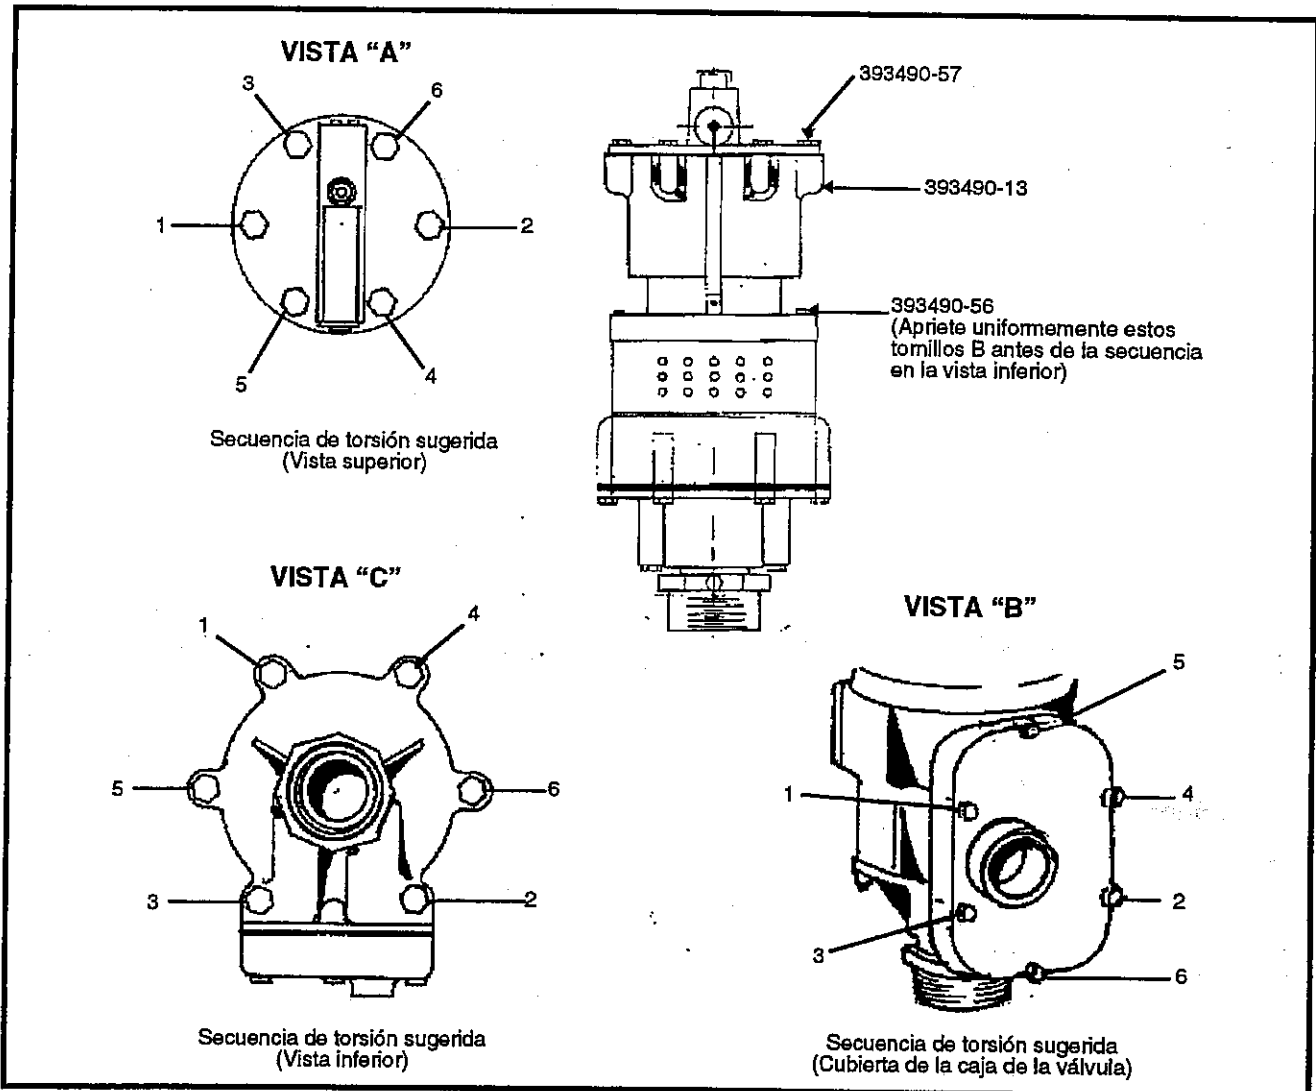

Figura 5: Secuencias de torsión de la bomba
5. Retire los seis tornillos 393490-57 (figura 5) que sujetan la caja de la válvula de carrete 393490-1 y la junta obturadora 303490-12 a la caja del motor de aire comprimido 393490-13. Retire la caja y la junta.
NOTA: Los tornillos deben apretarse de manera uniforme y luego torsionarse en secuencia cuando se reensambla para obtener el sellado correcto con la junta obturadora (figura 5, vista A).
NOTA: Los tornillos deben apretarse de manera uniforme y luego torsionarse en secuencia cuando se reensambla para obtener el sellado correcto con la junta obturadora (figura 5, vista B).
NOTA: Los tornillos deben apretarse de manera uniforme y luego torsionarse en secuencia cuando se reensambla para obtener el sellado correcto con la junta obturadora (figura 5, vista C).
8. Retire los ocho tornillos 393490-56 que sujetan la caja del motor de aire comprimido 393490-13 a la caja superior de la bomba (figura 5).
- La figura 5 y los pasos del 5 al 7 le indicarán la secuencia de torsión recomendada.